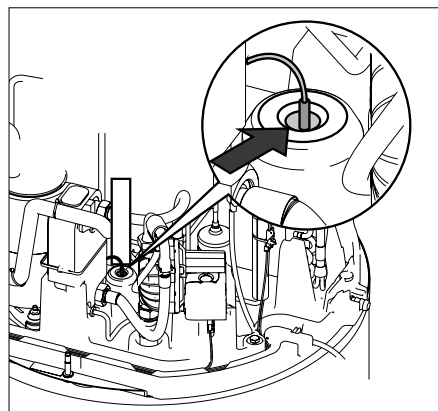

Fig. 2
- Należy upewnić się, że wszystkie czujniki temperatury znajdują się w odpowiedniej pozycji, patrz rysunek 2 i 3.